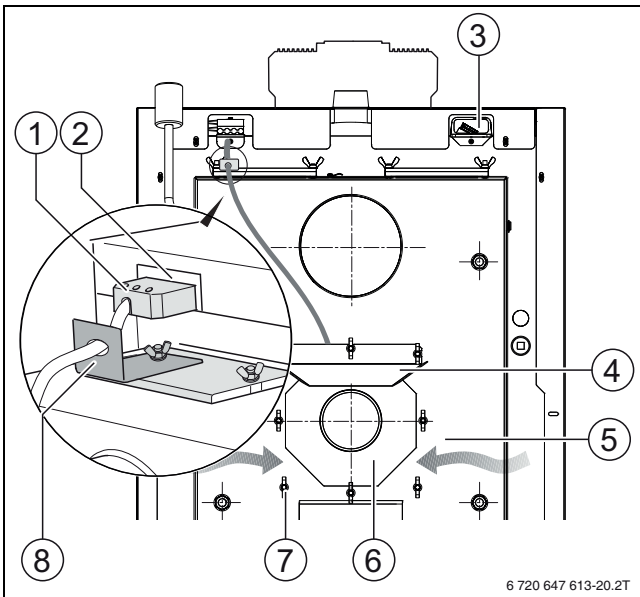

Рис. 29 Монтаж вытяжного вентилятора
Вытяжной вентилятор (→ рис. 29, [6], стр. 23) находится сзади котла на задней стенке коллектора дымовых газов (→ рис. 29, [5] стр. 23). Он закреплён барашковыми гайками (→ рис. 29, [7] стр. 23).
- ▶ Выньте штекер провода вентилятора (→ рис. 29, [2]) из розетки (→ рис. 29, [1]).
- ▶ Отсоедините держатель провода (→ рис. 29, [8]) на смотровом люке.
- ▶ Отверните барашковые гайки (→ рис. 29, [7]) и снимите защитный козырёк (→ рис. 29, [4]).